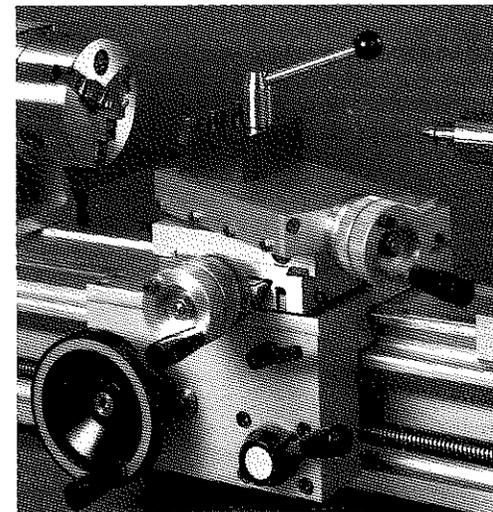

Fig. 5
- le levier de débrayage de la noix d'entraînement par la vis mère (Fig. 5),
Comme le chariot transversal, il est composé de deux profilés en aluminium et du même principe de coulissement sur coulisse en acier traité XC 75 traité et poli (Fig. 5).